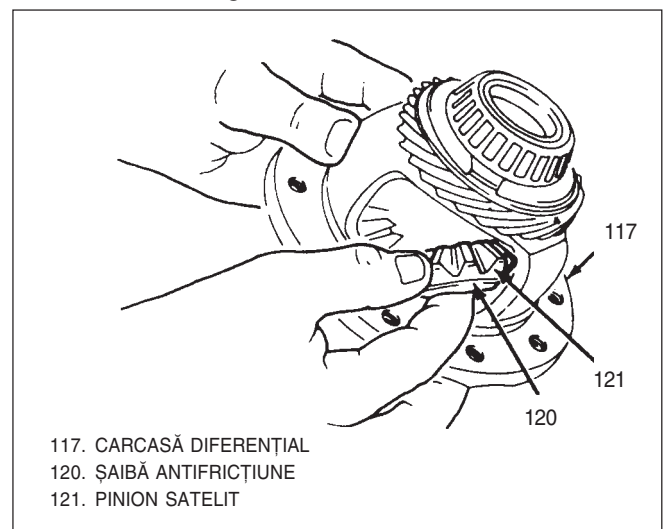

Fig. 74 Pinion satelit și șaibă antifricțiune
- 6) Pinioane sateliți(121) și șaibe(120), Fig 74 și 75.